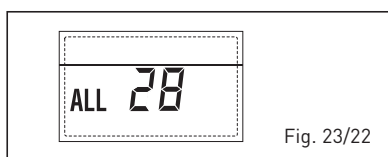

Fig. 23/22
**- ANOMALÍA NUMERO DE TARJETA CONECTADOS "ALL 29" (fig. 23/23)**